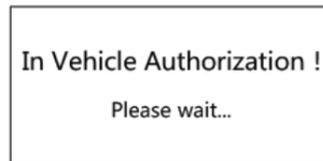

Figure 2
3. Schließen Sie den Stecker Typ 2 an das Fahrzeug an. Der Ladevorgang beginnt (Abbildung 2), dann schaltet die LED in den Scrollmodus. Während des Ladevorgangs wechselt die Anzeige zwischen den verschiedenen Ladeparametern (Abbildung 3 und 4)